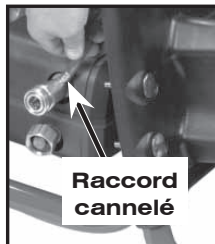

FIG. 8
1. Vérifier que le tuyau pour produits chimiques est solidement appuyé sur le raccord cannelé situé près du raccord du tuyau haute pression de la pompe, comme indiqué. (Fig. 8)